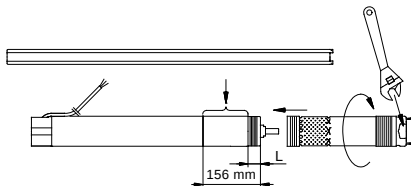

Fig. 6
- 1. Colocar el motor horizontalmente en un tornillo de banco y sujetarlo, ver fig. 6.
Se puede utilizar una llave inglesa en los puntos de sujeción de la bomba, ver fig. 6.